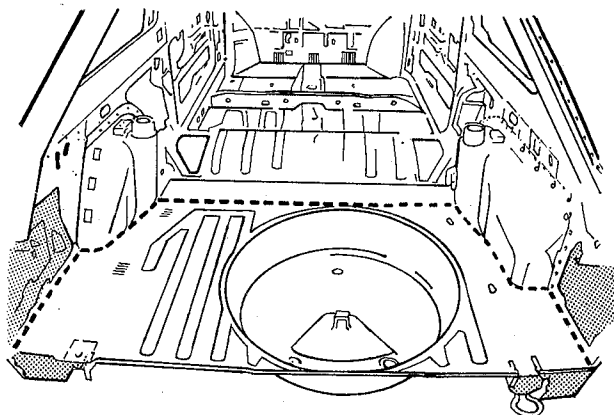

fig. 173
3. Marcar a linha de corte do assoalho (fig. 173)